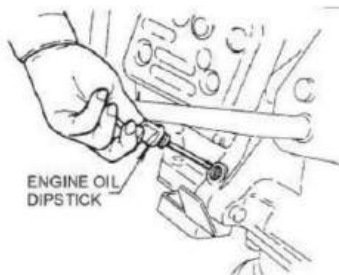

Fig 4
3. Kontrollera motoroljenivån (fig 4) och om motoroljenivån är låg, den bör fyllas på. Använd rätt motorolja enligt anvisningarna i tabellen nedan.